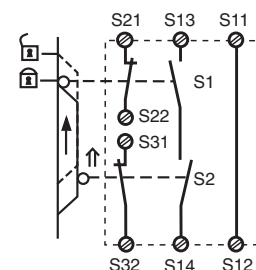

Fig. 7: Control de puerta protectora bicanal, rearme automático/Controllo bicanale riparo mobile, start automatico/Tweekanalige hekbewaking, automatische start
- Fig. 7: Rearme automático para el control de puerta protectora: El dispositivo esta preparado para rearmarse con la puerta de protección abierta por medio del circuito de rearme S13-S14. Después de cerrarse los circuitos de entrada S11-S12, S21-S22 y S31-S32 se cerrarán los contactos de seguridad.
- Fig. 7: start automatico per controllo riparo mobile: Con la riparo aperto, il dispositivo è pronto per lo start attraverso il circuito di start S13-S14. Dopo la chiusura dei circuiti di ingresso S11-S12, S21-S22 e S31-S32 i contatti di sicurezza vengono chiusi.
- Fig. 7: Automatische start bij hekbewaking: Het apparaat is bij geopend hek via het startcircuit S13-S14 startklaar. Na sluiten van de ingangscircuits S11-S12, S21-S22 en S31-S32 worden de veiligheidscontacten gesloten.